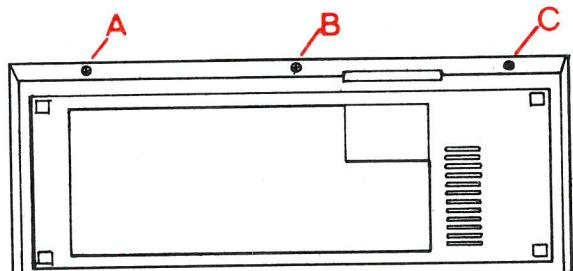

Fig. 3. Demontering, bunndeksel
- Fjern skruene A, B og C (fig. 3).